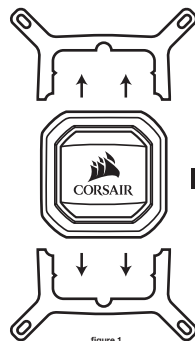

figure 1
- NL** > Verwijder de geïntegreerde Intel-montagebeugel (afbeelding 1).
- PL** > Zdemontuj przymocowany uchwyt montażowy Intel (rysunek 1).
- RU** > Отсоедините встроенный монтажный кронштейн Intel (рис. 1).